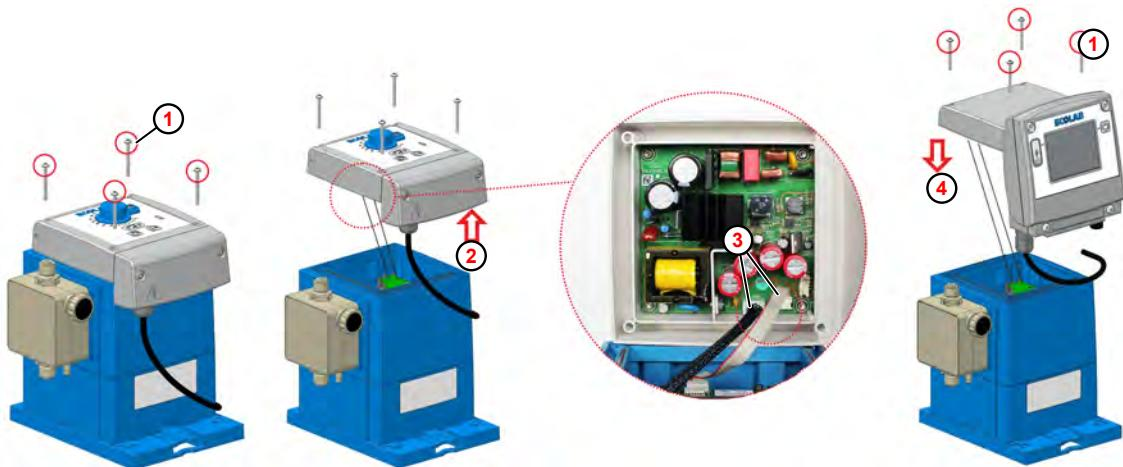

Fig. 33: Passaggio a EcoAdd
① Vite di fissaggio
③ Spina
② Smontare la centralina di comando
④ Montare la centralina di comando
1. Allentare le viti di fissaggio ( Fig. 33 , ① ) della centralina di comando **EcoUp** con una chiave Torx (TX25).